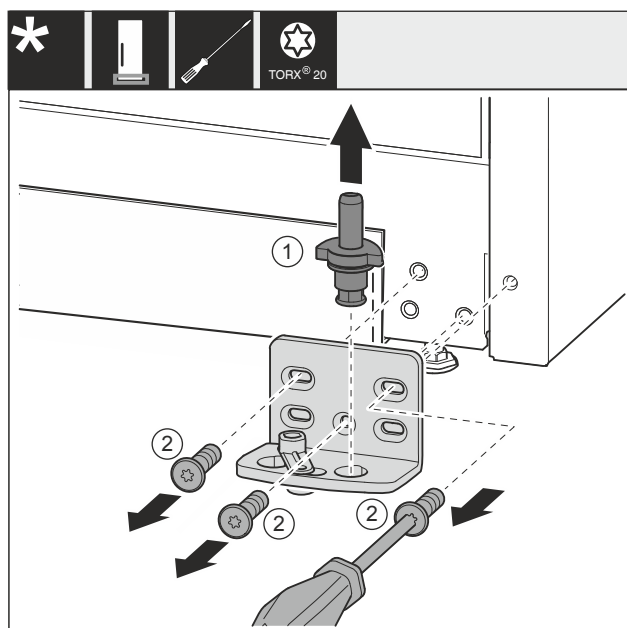

Fig. 34 *
- ▶ 将轴承螺栓 Fig. 34 (1) 完全向上拉出。*
- ▶ 将螺钉 Fig. 34 (2) 用螺丝刀旋开并取下托架。*